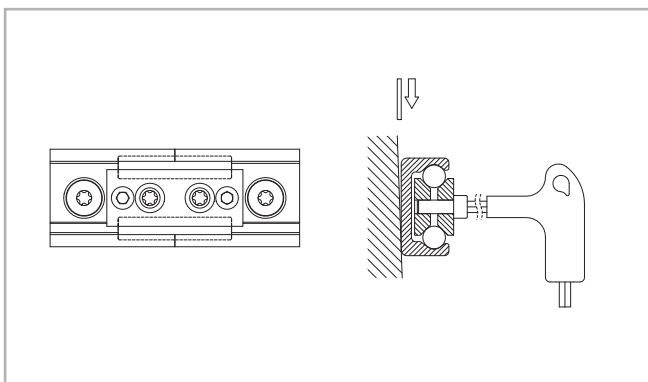

Fig. 118
- (3) Sistemare l'attrezzo di allineamento sulla giunzione delle guide e serrare uniformemente ambedue le viti di regolazione finché le piste sono allineate (vedere fig. 118).
- (4) Successivamente verificare se i lati posteriori di ambedue le guide appoggiano in piano sulla superficie di montaggio. Nel caso si fosse formata una fessura, spessorarla.